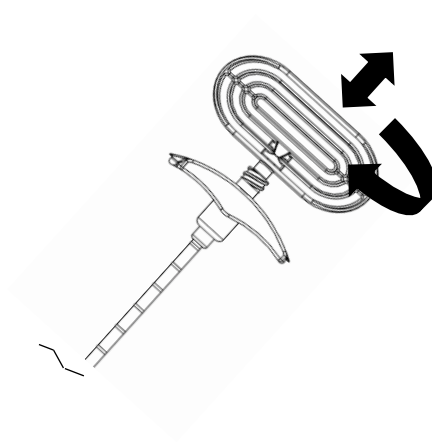

Figura 12 - Inserimento ed estrazione della punta
- 2 Sotto guida fluoroscopica, ruotare il drill manuale in senso orario e far avanzare la punta del drill manuale nell'osso spongioso del corpo vertebrale (Figura 12). Quando la punta del drill manuale ha raggiunto l'impugnatura dell'introduttore, rimuoverla dall'introduttore.